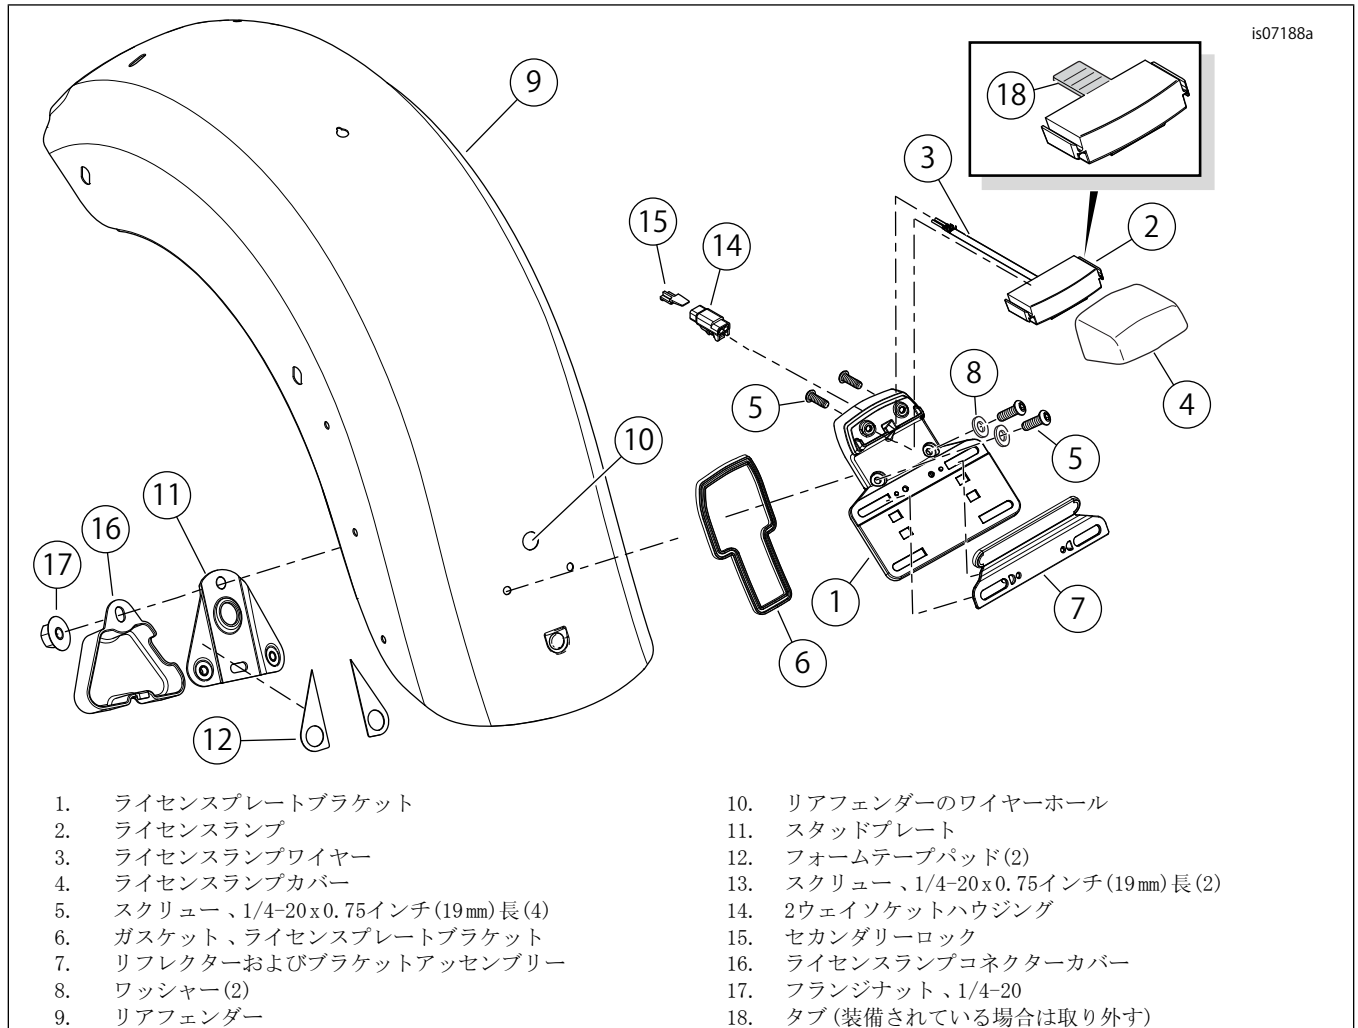

図3. ライセンスプレートランプとブラケットの取り付け
一部のライセンスランプには取り付けを阻害するタブ(図3挿入図、アイテム18を参照)が付いています。取り付け前にタブを取り外してください。
1. 図3を参照してください。ライセンスランプ(2)とカバー(4)を組み立て、ライセンスプレートブラケット(1)に取り付けます。